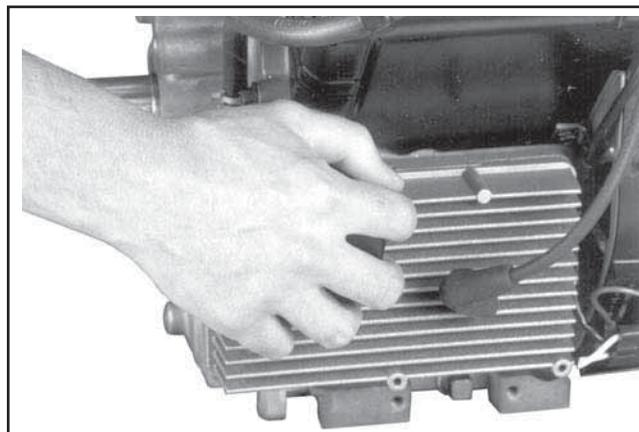

Figure 11-102. Serrage à la main du filtre à huile.
3. Visser le filtre à la main jusqu'à ce que le joint en caoutchouc entre au contact de l'adaptateur et serrer le filtre en effectuant 3/4-1 tour supplémentaire. Voir la Figure 11-102.